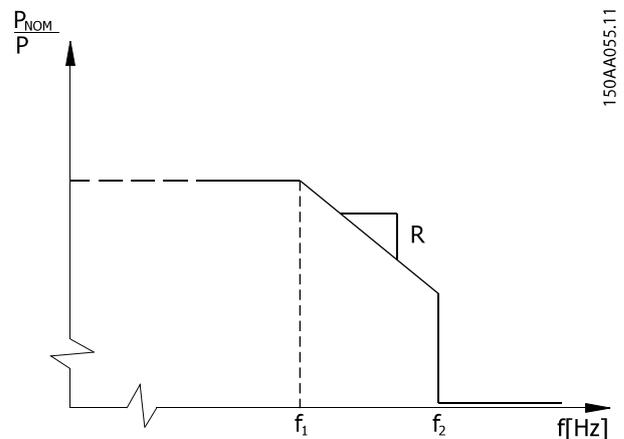

Abbildung 2.9 Primärfrequenzregelung – Rampenmethode
Siehe Abbildung 2.9.
Der Wechselrichter verringert die Ausgangsleistung, wenn die Netzfrequenz f1 überschreitet. Die Reduzierung erfolgt bei einer vorkonfigurierten Rate, die in Abbildung 2.9 als Rampe (R) dargestellt wird. Wenn die Frequenz f2 erreicht, wird der Wechselrichter vom Netz getrennt. Wenn die Frequenz unter f2 fällt, wird der Wechselrichter wieder ans Netz angeschlossen und erhöht die Leistung wieder auf dieselbe Rate wie bei der Reduzierung.